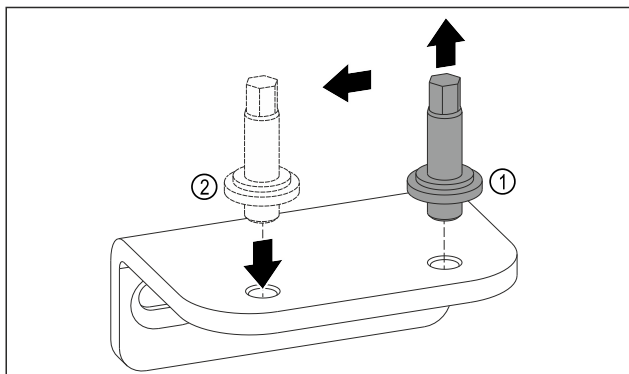

Fig. 13
- Lironi bulonat e bazamentit mbështetës të poshtëm me çelësin e jashtëm kriket SW5. Fig. 13 (1)
- Vendosni bulonat në anën e kundërt. Fig. 13 (2)